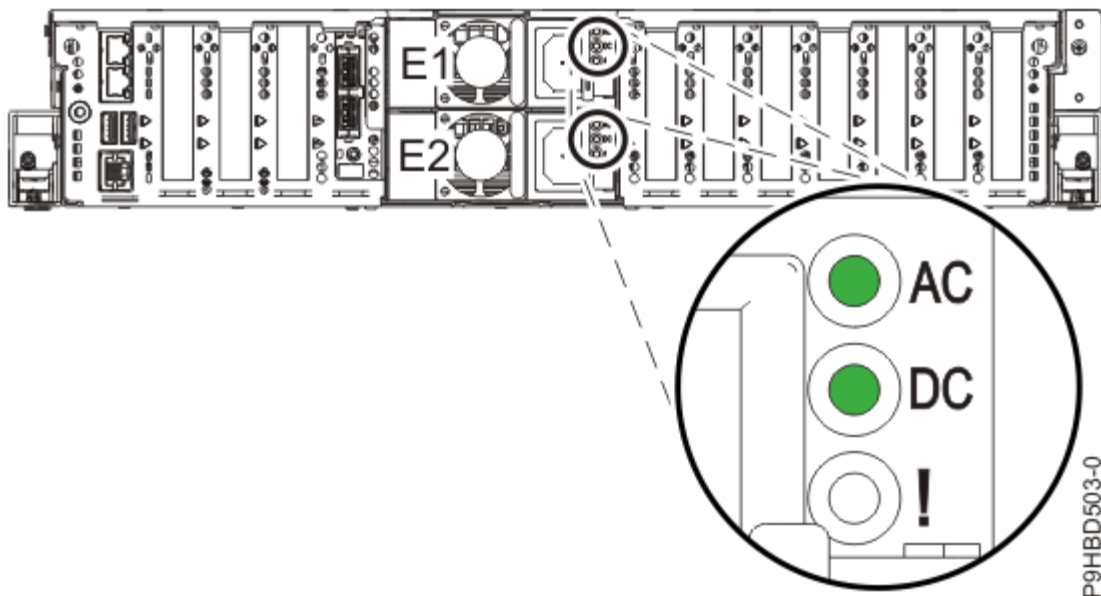

Abbildung 7. LEDs für ein funktionierendes Netzteil
5. Beachten Sie den Status der LEDs am ausgetauschten Netzteil (siehe Abbildung 7 auf Seite 10).